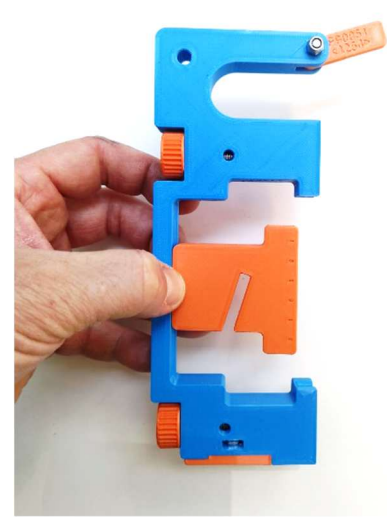

Bild 5
Schritt 7: Prüfen Sie die schwarze Schraube. Das Gewinde selbst darf in diesem Moment nicht vorstehen – lösen Sie wenn nötig die Schraube etwas, bis sich das Gewinde ins T-Stück (1) „zurückgezogen“ hat.
Schritt 8: Halten Sie nun den orangenen Schlüsseinsatz (3) wie in Bild 5 abgebildet und den Teil mit den orangenen Schrauben (2) in einer Hand.
Schritt 9: Schrauben Sie das T-Stück (1) mit Hilfe der blauen Schrauben an den abgebildeten Teil (Bild 5) fest. Beachten Sie dabei, dass der orange Schlüsseinsatz (3) links und rechts in den vertikalen Führungsschienen sitzen muss.